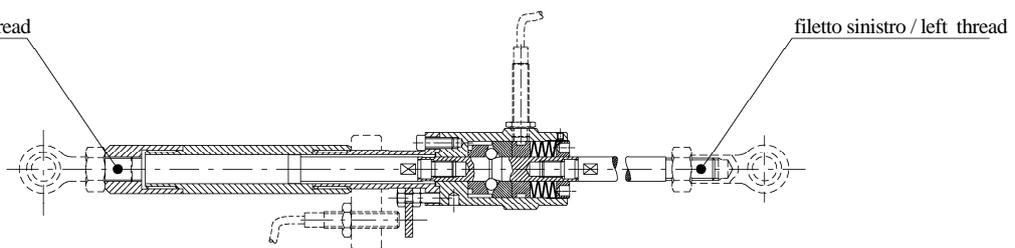

FIG. 2 DSA completo di aste e teste a snodo (a richiesta) / complete DSA with rod and rod end (on request)
- Il dispositivo può essere fornito, a richiesta, dotato di aste e teste a snodo con lunghezze personalizzate secondo le esigenze della applicazione (FIG.2).
- The device can be supplied, on request, with rods and rod ends with a specific length in according to the application (FIG. 2).